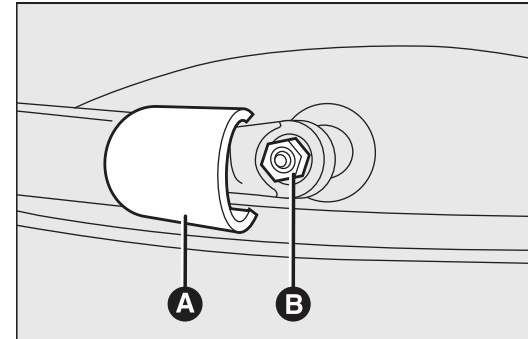

Fig. 45
- kantel het dopje A fig. 45 omhoog, draai de moer B fig. 45 waarmee de wisserarm aan de as is bevestigd, en neem de arm van de as; plaats de nieuwe wisserarm in de juiste stand en draai de moer zorgvuldig vast;